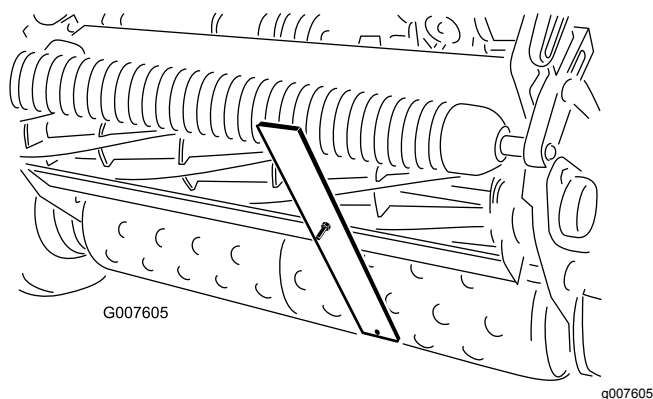

Рисунок 51
4. Зацепите головку винта за режущую кромку неподвижного ножа и расположите задний конец планки на заднем валике (Рисунок 51).